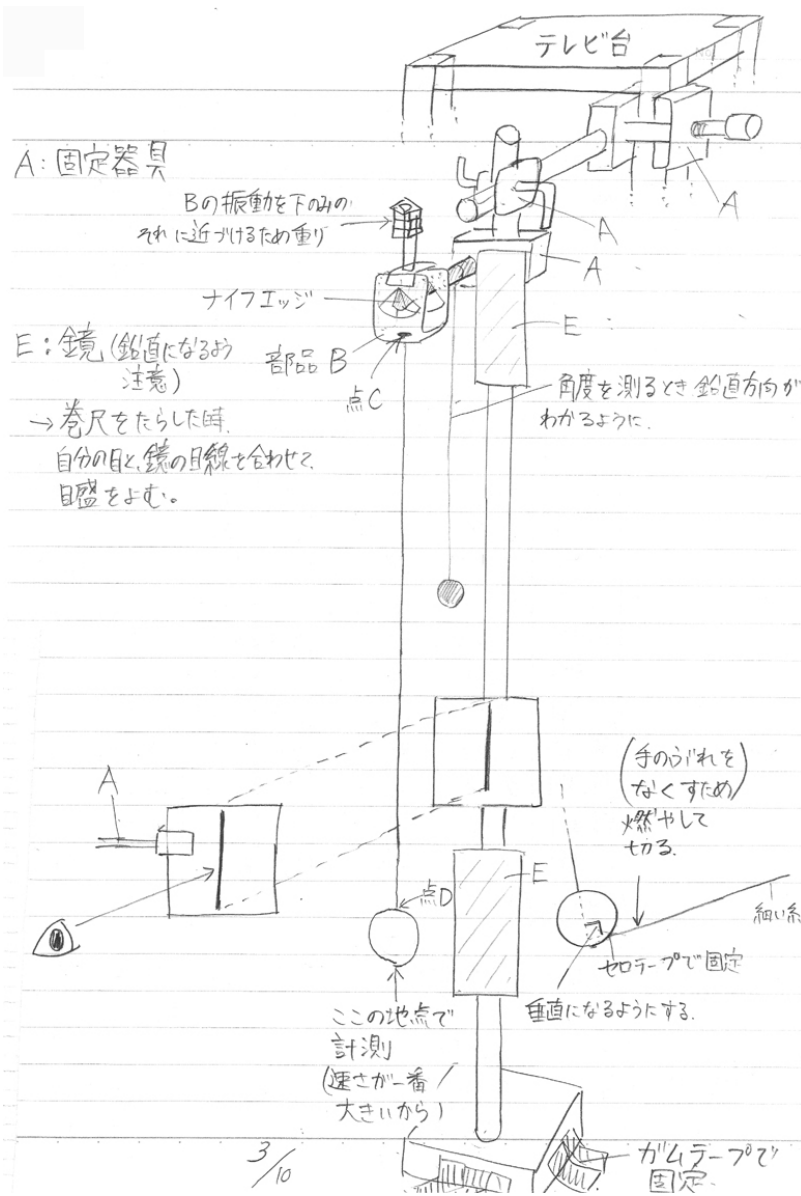

図6. さまざまな工夫が施された実験装置。細いスリットの利用 (スリットを横切る瞬間を見て周期を測定)、鏡の利用、支点による強制振動の抑制、楕円振動にならないようにするための振り始めの工夫 (錘をささえている細い糸を焼き切る)、など。要領のよい模式図である。(秀光中等教育学校Fさん)
1. 細いスリットの利用 (スリットを横切る瞬間を見て周期を測定) (図 6)
5. 楕円振り子にならないようにするための振り始めの工夫 (図 6)